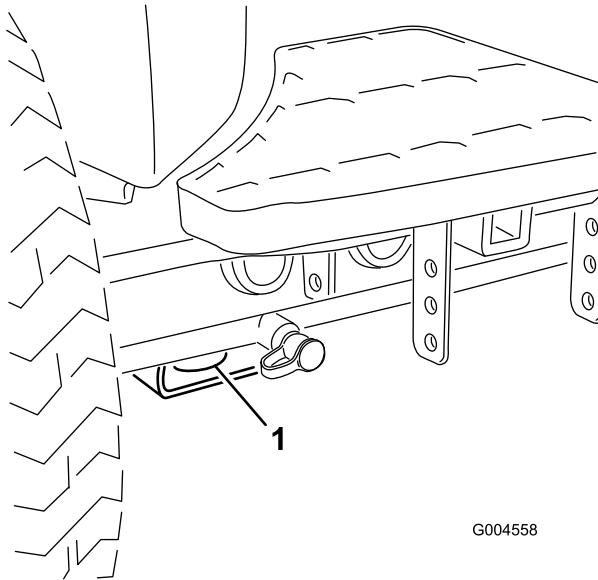

**Bild 44**
- Vorne: Loch im Rechteck unter dem Achsenrohr in jedem Vorderreifen (Bild 44).